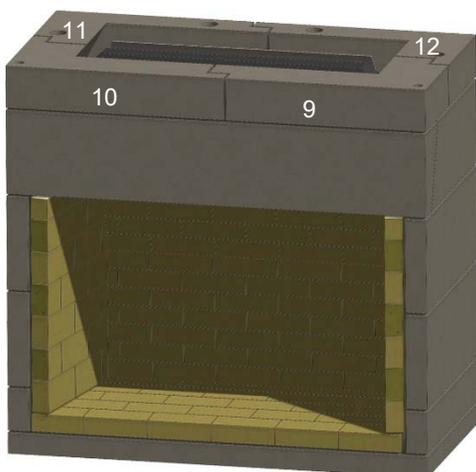

Figure 14. Niveau inférieur de la gorge
I. Installez le premier anneau complet de quatre éléments de gorge à emboîtement (articles 9, 10, 11 et 12). Vérifiez à l'aide d'un niveau. Voir la figure 14.